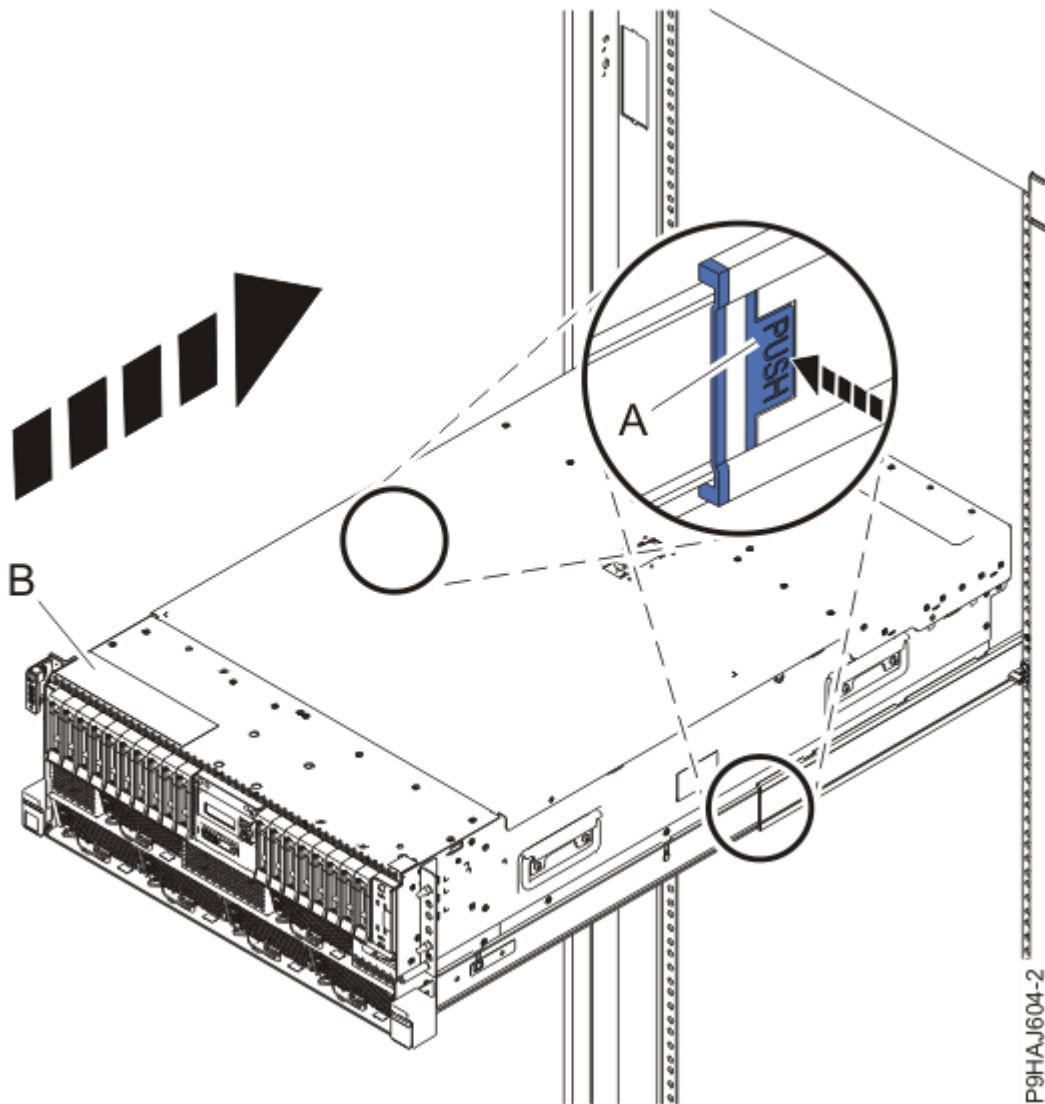

Abbildung 13. System in die Betriebsposition bringen
3. Entriegeln Sie bei einem Einschubsystem die blauen Schienensicherungsverriegelungen **(A)**, indem Sie sie nach innen drücken (siehe Abbildung 13 auf Seite 16).